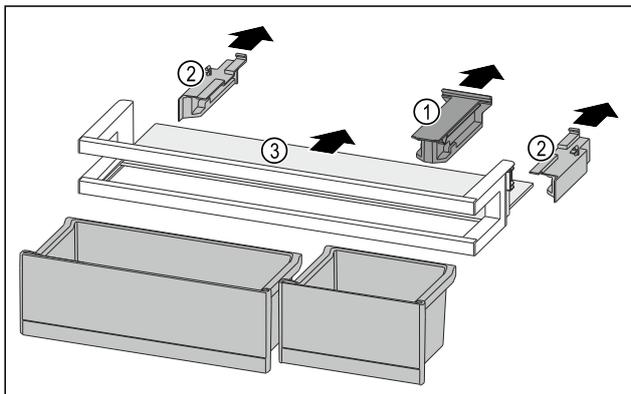

Fig. 85
- ▶ Desprindeți piesa de susținere Fig. 85 (1).
- ▶ Desprindeți piesele laterale Fig. 85 (2).
- ▶ Extrageți raftul Fig. 85 (3).